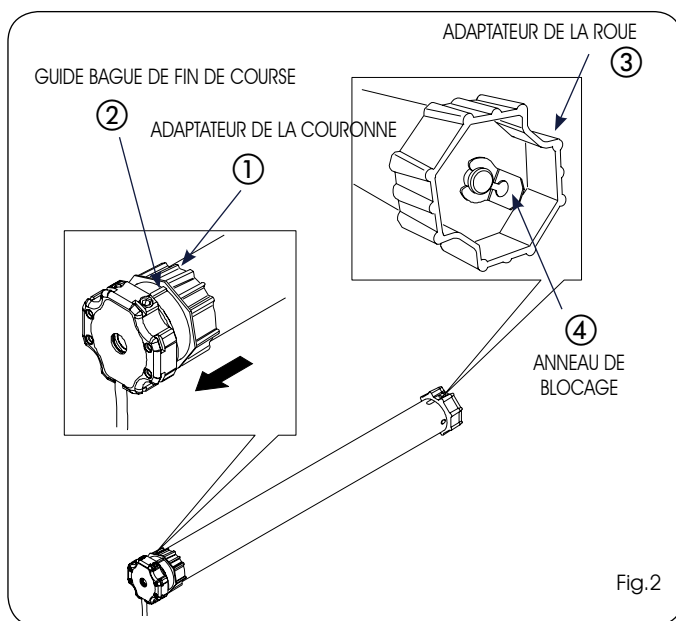

Fig.2
- 1) Insérer l'adaptateur de la couronne (Fig.2 réf.①) dans le moteur tubulaire, jusqu'à ce que celui-ci se trouve complètement à l'intérieur du guide de la bague de fin de course (Fig.2 réf.②).
- 2) Introduire l'adaptateur de la roue dans l'arbre du moteur (Fig.2 réf.③) et le bloquer avec l'anneau de retenue fourni (Fig.2 réf.④).